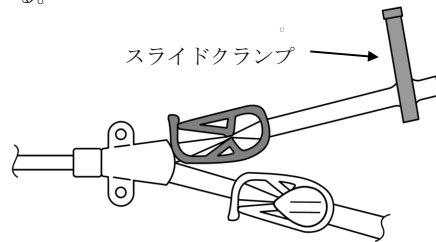

図 2
- (10) スライドクランプを取り外し、エクステンションチューブの切断部の手前に再度装着する。
- (11) (9)で装着した新しいクランプを、分岐部の少し手前まで移動させ、閉じる（図 2）。